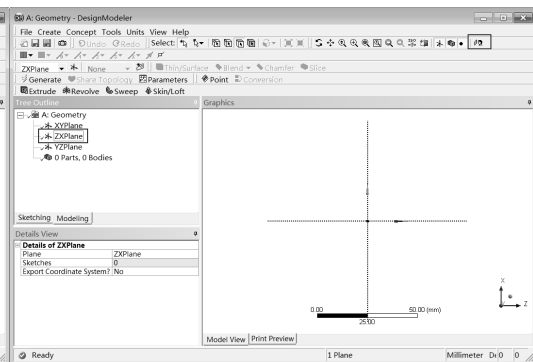

图 2-99 草绘平面
Step3: 单击 Tree Outline 中 A:Geometry ZXPlane 坐标, 如图 2-99 所示, 然后单击 图标。